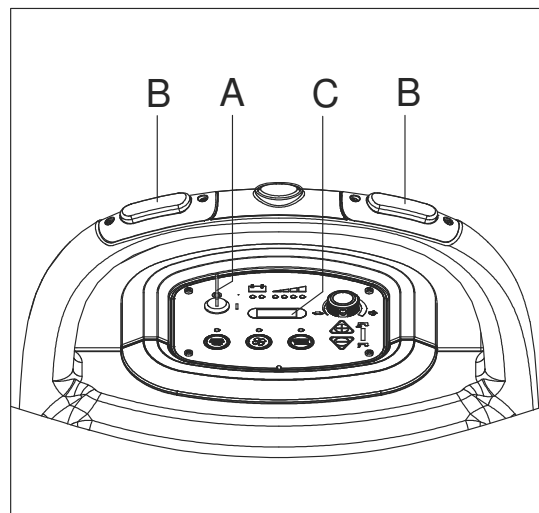

Figure 22
1. Tourner la clé de contact (A, Fig. 22) sur "I".
2. Appuyer sur le commutateur (B) et lire sur le compteur horaire (C) le nombre total d'heures de travail (récurage/séchage) effectuées par la machine.
3. Appuyer encore sur le commutateur (B).
4. Tourner la clé de contact (A) sur "0".
1. Tourner la clé de contact (A, Fig. 22) sur "0".